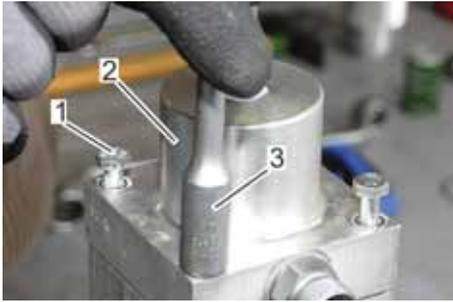

Abb. 53: Federdom demontieren
4. → Die Sechskantschrauben (Abb. 53/1) des Federdoms (Abb. 53/2) mit einem Steckschlüssel SW 10 (Abb. 53/3) lösen.